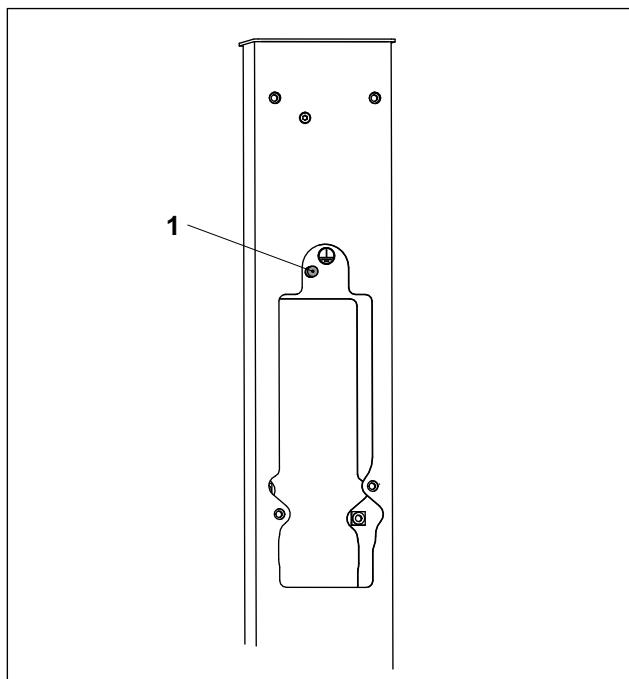

Fig. 4 Conexión del circuito equipotencial de protección
3. Conectar el conductor protector al perno de conexión a tierra (fig. 4/1) (circuito equipotencial de protección) de la columna. Orden: arandela de contacto, arandela, terminal de cable/cable, arandela, arandela elástica, tuerca. Par de apriete 12 Nm.